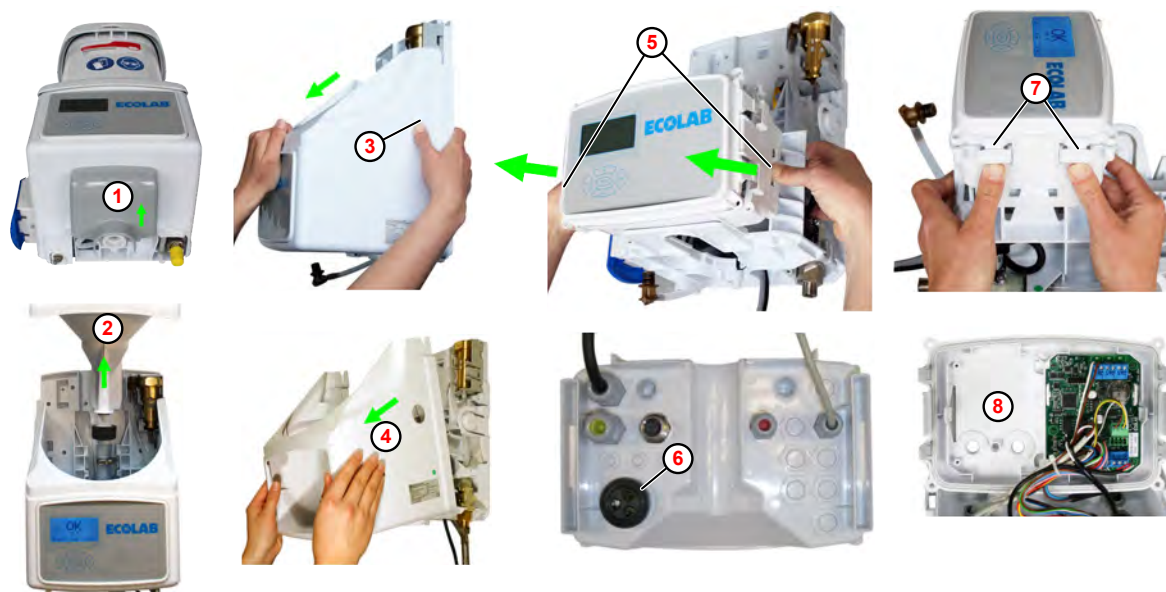

Fig. 6: Smontaggio del gruppo elettronico
2. Fare scorrere il blocco tramoggia (Fig. 6 , ①) verso l'alto ed estrarlo.